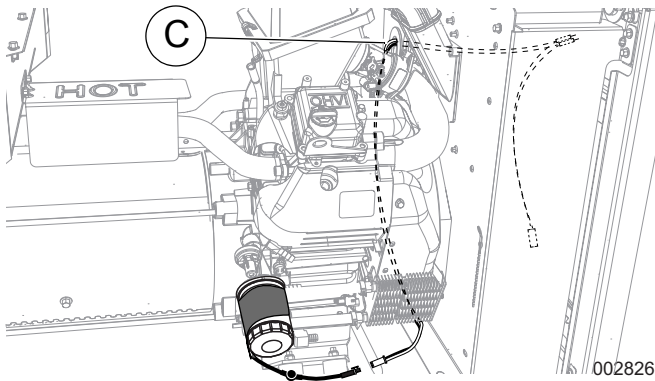

Figura 7. Tendido de los cables del calentador (11 a 22 kW)
3. Enchufe el conector en uno de los zócalos del amés en Y (B).
4. Vea la **Figura 7**. Pase los cables conectores y zócalo vacío del amés en Y debajo del motor y a través del ojal protector del amés (C) en el panel divisor del motor.